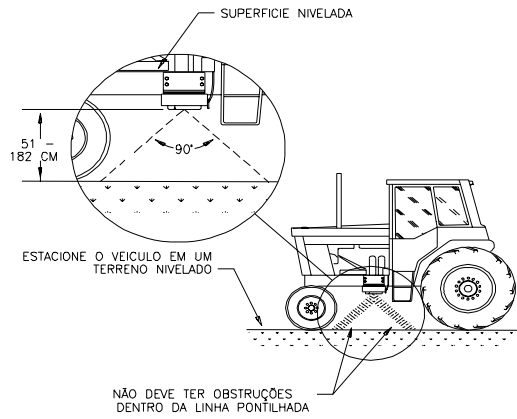

FIGURA 1
- A. A linha visual da lente do radar ao solo não deve ser obstruída pelas rodas ou outras estruturas. Não deve haver nenhuma estrutura ou obstrução a 51 cm da parte inferior da lente do radar. Veja figura 1 e 2.